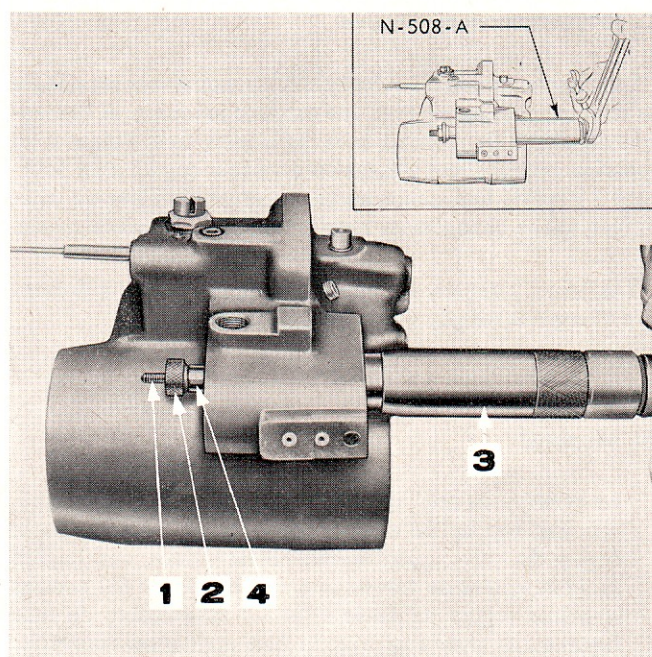

Figure 66: Dépose des bagues de valve automatique
8. Répéter cette opération pour les bagues de la valve automatique, en faisant reposer l'écrou sur la face arrière de la bague arrière, et extraire les deux bagues d'un seul coup (Figure 66).